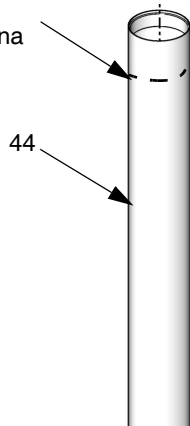
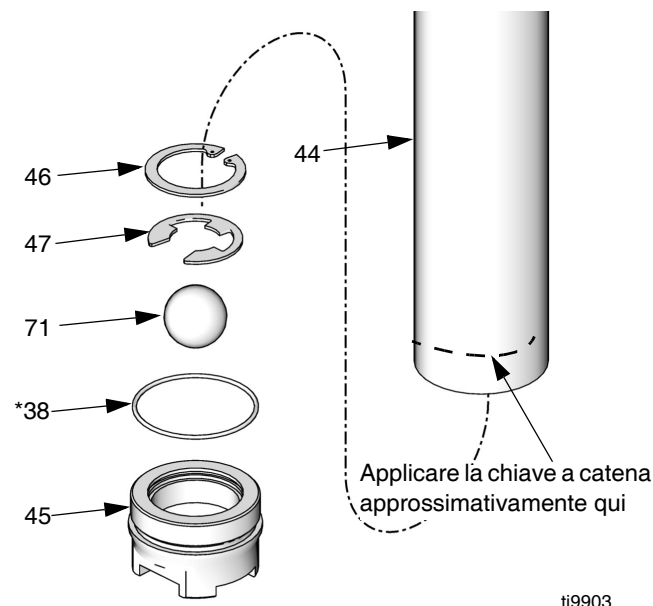

FIG. 16
FIG. 17
1. Usare una chiave a catena vicino la sommità del tubo di aspirazione nel punto indicato in FIG. 16 e una chiave inglese sulle parti piatte della valvola di fondo (45) per allentare la valvola di fondo dal tubo di aspirazione (44). Per evitare danni al tubo di aspirazione, non rimuovere la valvola di fondo prima del momento indicato nel passo 3.
NOTA: Mentre si rimuove il tubo di aspirazione, fare attenzione a non piegarlo, intaccarlo o danneggiarlo. Per evitare danni, usare la chiave a catena soltanto sull'estremità superiore e inferiore del tubo di aspirazione, come indicato in FIG. 16 e FIG. 17. Non applicare la chiave al centro del tubo di aspirazione.
2. Mentre la valvola di fondo è ancora nella sua sede e sostiene il tubo di aspirazione, allentare il tubo di aspirazione (44) dal corpo della pompa (34) con una chiave a catena, usandola vicino alla parte inferiore del tubo di aspirazione, nel punto indicato in FIG. 17.
3. Rimuovere il blocco della valvola di fondo dal tubo di aspirazione (44).
4. Rimuovere l'anello di sicurezza (46), l'anello elastico (47), la sfera (71), e l'anello a O (38*) dalla valvola di fondo (45). Ispezionare tutte le parti per rilevare eventuali danni. Vedere FIG. 17.